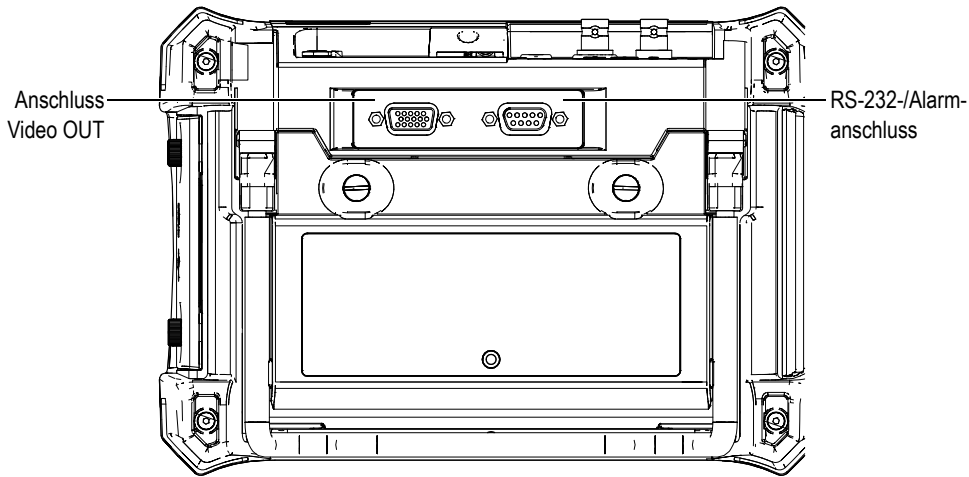

Abbildung 9-1 Die Anschlüsse RS-232/Alarm und VGA Out
2. Das als Option erhältliche Kabel 600-C-VGA-5 (U8780298) mit dem VGA-Ausgang des EPOCH 600 (siehe Abbildung 9-1 auf Seite 144), dann mit dem VGA-Gerät verbinden.
Das EPOCH 600 ist standardmäßig mit einer seriellen Verbindung (RS-232) ausgestattet, über die auch die Alarmsignale übertragen werden (siehe Abbildung 9-1 auf Seite 144). Die serielle Verbindung läuft über gewisse Stifte des kombinierten RS-232- und Alarmausgangs hinten am Gerät. Die serielle Verbindung ist Voraussetzung zur Verbindung des EPOCH 600 mit einem mit der Übertragungssoftware GageView Pro ausgestatteten Rechner.